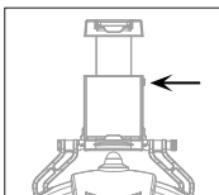

图1
1. 按压旁边的自锁开关，让手机架打开到最大距离，图1；
进入无头模式时飞行器的前方必须同操控者前方一致(如图1);进入无头模式后,切勿改变遥控器的方向,且飞行器必须在操控者前方(如图1),否则操控方向会错误(如图2)。